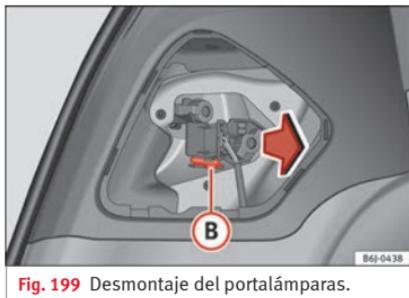

Fig. 199 Desmontaje del portalámparas.
- Desmonte el portalámparas presionando el clip de sujeción **B** »» fig. 199 y extrayéndolo hacia fuera.